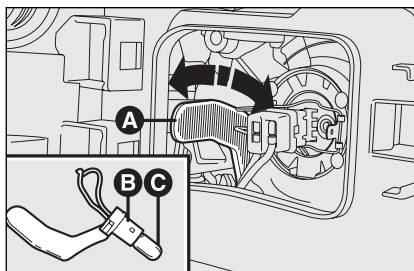
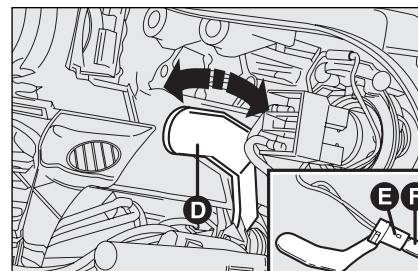

fig. 28
fig. 29
- ☐ mediante o uso da extensão **A**-**fig. 28** ou **D**-**fig. 29**, rodar em sentido horário e anti-horário o porta-lâmpada **B**-**fig. 28** ou **E**-**fig. 29** e desenfiá-lo puxando-o para si mesmo;
- ☐ extrair a lâmpada **C**-**fig. 28** ou **F**-**fig. 29** e substituí-la;